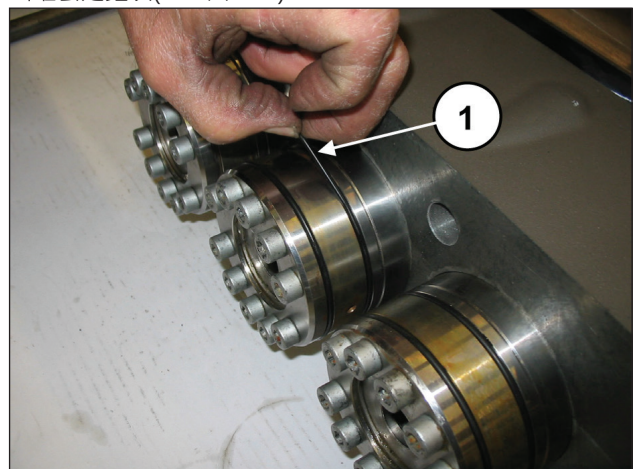
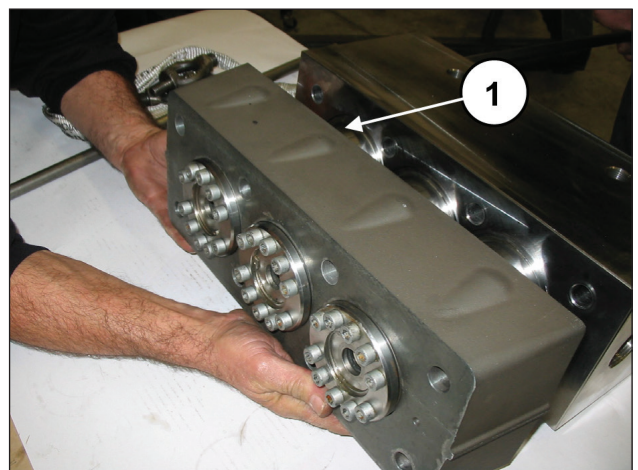

图 110
图 111
取出密封圈底座的O形圈 (①，图 110)，并从缸套组件取出缸套定距块(①，图 111)。